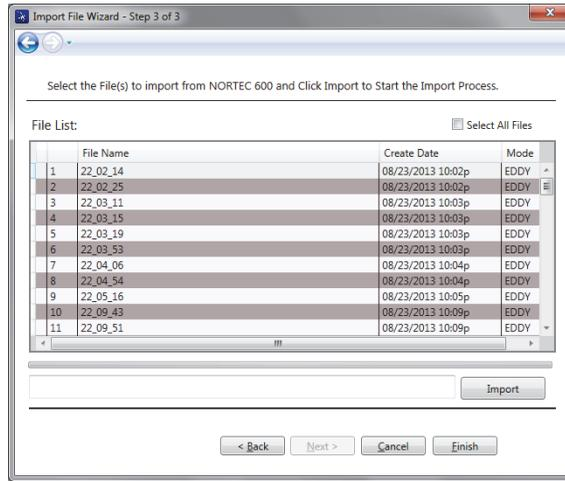
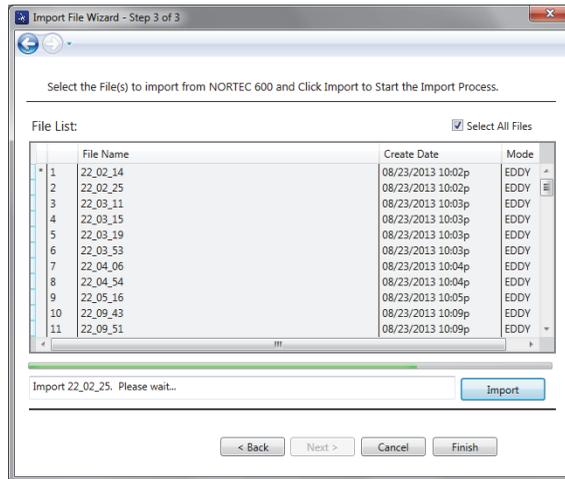

Figure 6-3 Sélection du fichier dans l'assistant d'importation
Figure 6-4 Lancement du processus d'importation de fichier
- Sélectionnez les fichiers à importer (ou choisissez **Select all files** pour importer tous les fichiers), et puis cliquez sur **Import** (voir la Figure 6-3 à la page 321). Le progrès du processus d'importation s'affiche dans la barre d'état (voir la Figure 6-4 à la page 321).